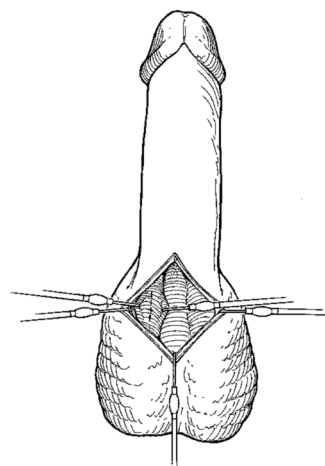

Figura 4-3. Penoscrotale: retrazione del corpo spugnoso
3. Per l'approccio penoscrotale, retrarre lateralmente il corpo spugnoso, per evitare eventuali danni all'uretra (**Figura 4-3**).